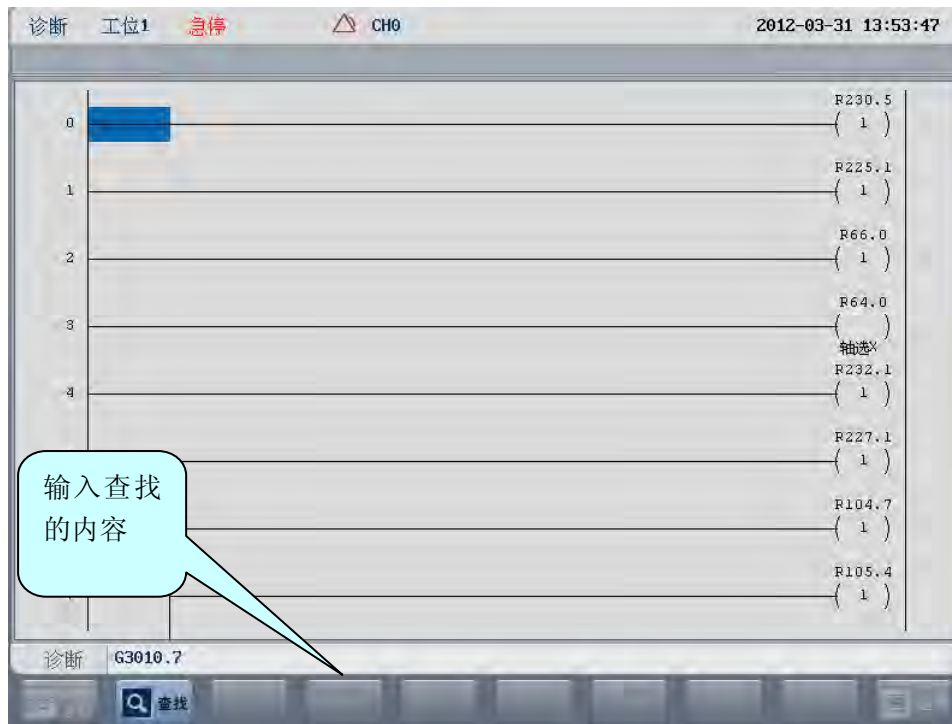

图 6.6.1 梯图中查找寄存器
- 2) 在梯形图界面搜索“G3010.7”，如图 6.6.1；